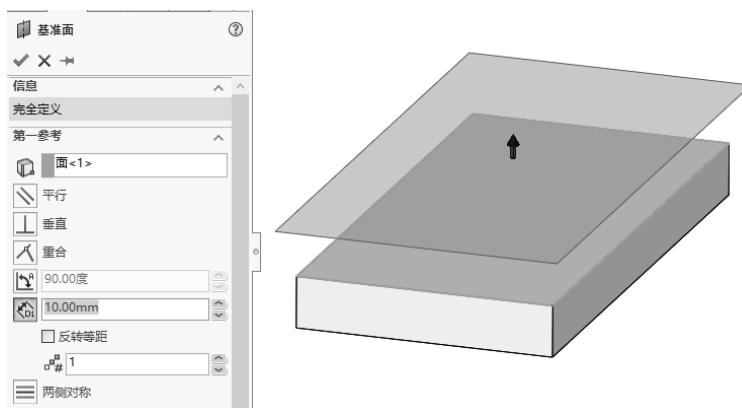

图 1-86 一定距离创建基准面
(2) 距离参考面一定距离的方式创建基准面，如图 1-86 所示。